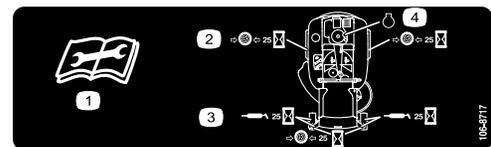

Figure 24
3. Nettoyez les graisseurs (Figure 23 et Figure 24) à l'aide d'un chiffon. Grattez la peinture qui pourrait se trouver sur les graisseurs.
4. Raccordez une pompe à graisse à chaque graisseur (Figure 23 et Figure 24). Injectez de la graisse dans les graisseurs jusqu'à ce qu'elle commence à sortir des roulements.